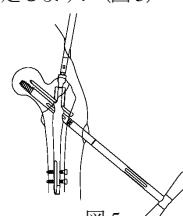

図5
- 5) ラグスクリューの回旋止め及び軟部組織の侵入を防ぐため、ネイルにエンドキャップを挿入し固定します。(図5)